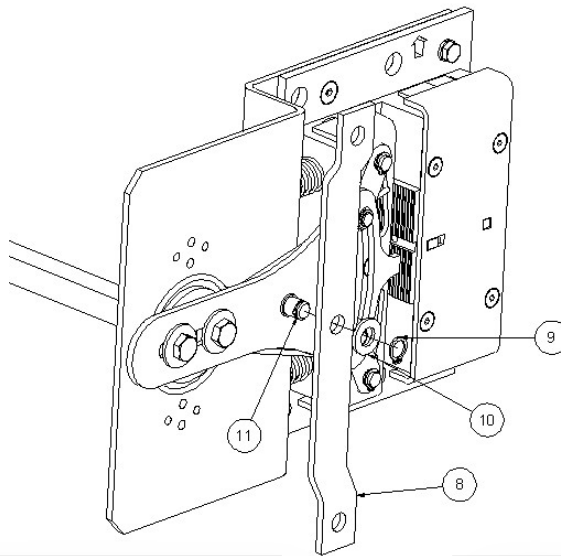

Figure 8: Installation of the overspeed governor anchor.
Mettre en place le support tendeur (20) comme l'indique la FIGURE 8 et fixer avec DIN 933 M5x14 (26) et DIN 127 M5 (27). Aligner ensuite les deux supports axe (21) avec le support tendeur, en insérant aussitôt la vis DIN 931 M8 X 100 (22) dans le trou du support axe (21) et du support tendeur (20), introduisez le ressort et terminez en fixant l'ensemble avec la rondelle DIN 125 M8 (24) et l'écrou Autoblock DIN 985 M8 (25).